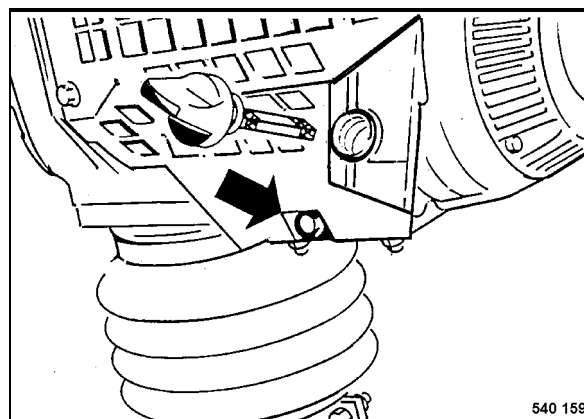

Fig. 33
- Desmontar la varilla de medición de aceite (Fig. 33).